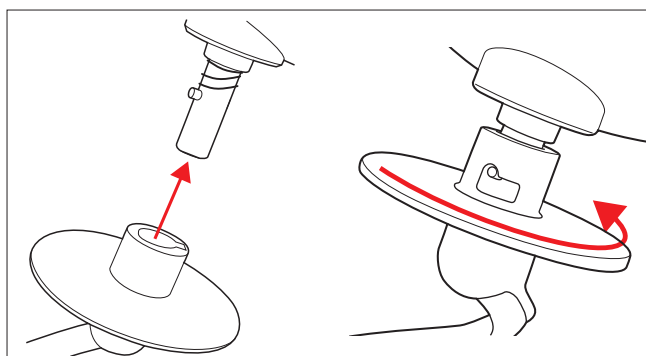

Fig. 11 – Collegamento e blocco dell'accessorio di mescolamento
2. Inserire l'accessorio di mescolamento desiderato (pala impastatrice, frusta a foglia o frusta a filo) nell'apparecchio come indicato (vedere Fig. 11).